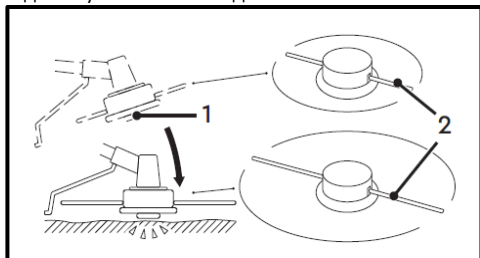

Рис. 43
- Вдарте натискною кнопкою (1) катушки по землі (Рис. 43). Робоча довжина ліски (2) повинна збільшитися, а надлишкова довжина ліски автоматично буде відрізана нерухомим обрізним ножем, який розташований на захисному кожусі;